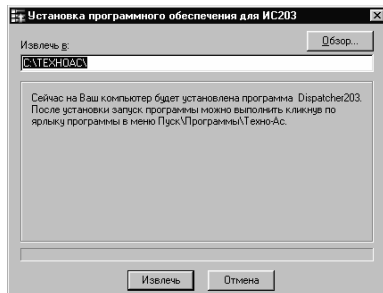

Рис.3
3.3 Для установки программы нужно нажать кнопку "Загрузить" или 2 раза щелкнуть левой кнопкой мыши по строке с названием программы. После запуска программы установки появится окно, показанное на рис. 3.